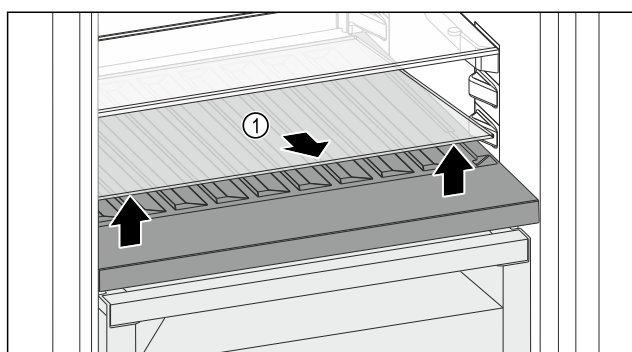

Fig. 107
- Sollevare il ripiano di vetro Fig. 107 (1) dall'incavo anteriore e rimuoverlo.
- Conservare il ripiano di vetro Fig. 107 (1) fuori dall'apparecchio in un luogo sicuro.